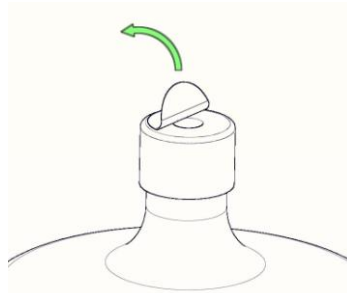

Abbildung Nr. 6. «Schutzfolie auf der Flaschendeckel»
- 2.1. Entfernen Sie die Schutzfolie vom Flaschendeckel (Siehe Abbildung Nr. 6.);